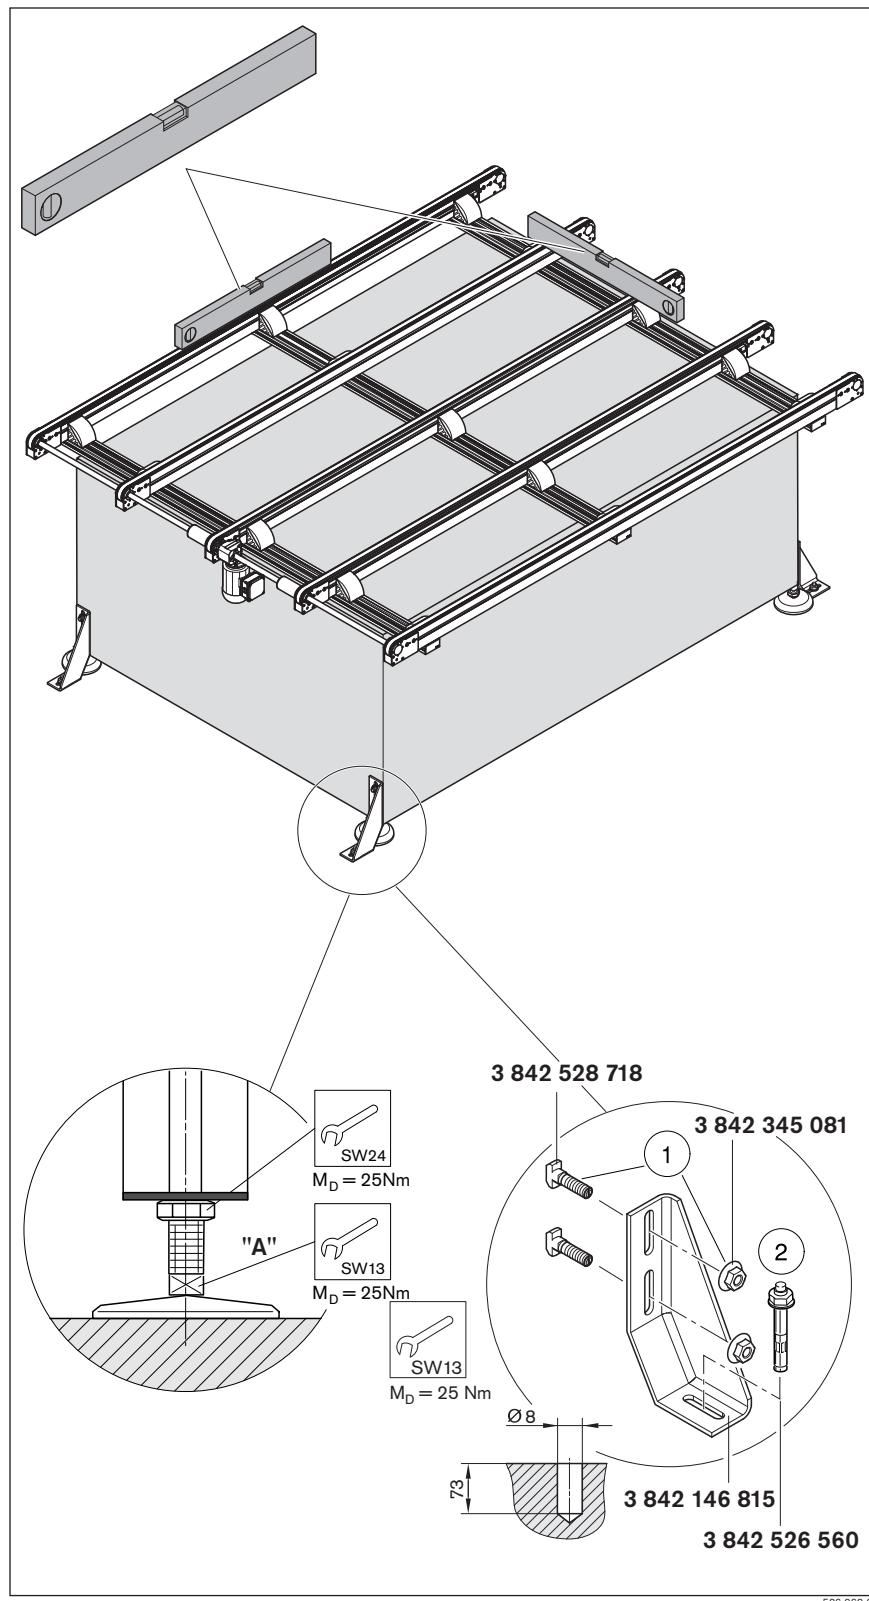

Fig. 9
- ▶ Option du câble de raccordement : **3 842 409 645** (M20x1,5), voir « Fig. 9 ». Attention au préfusible !